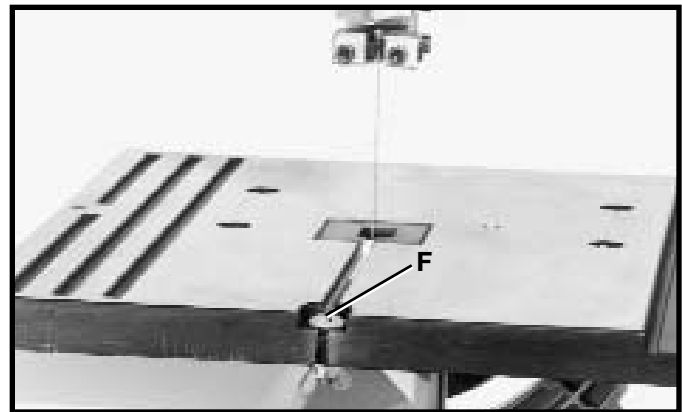

Fig. 36
4. Quite el tornillo de alineamiento de mesa (F) Fig. 36.